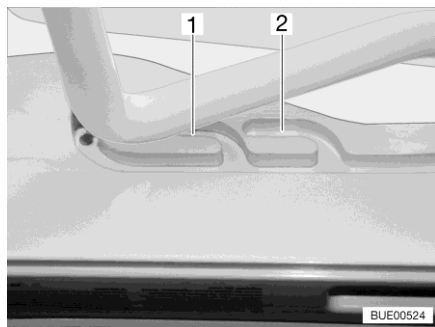
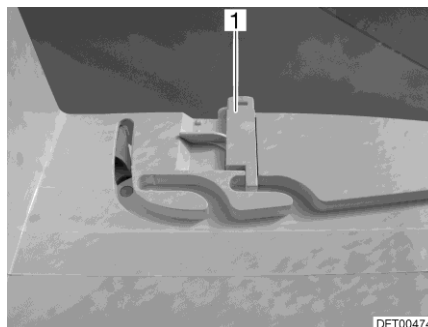

Fig. 109 Glissière (position de ventilation)
Fig. 110 Verrouillage (position de ventilation)
Il est possible d'amener le lanterneau Heki en deux positions de ventilation : Position pour mauvais temps (Fig. 109,1) et position intermédiaire (Fig. 109,2). Selon l'équipement, il est possible de verrouiller le lanterneau en position intermédiaire avec les deux verrous (Fig. 110,1) à gauche et à droite du cadre du lanterneau.
- Pousser légèrement l'étrier vers le haut, le pousser dans la glissière choisie (Fig. 109,1 ou 2) et le verrouiller si nécessaire.